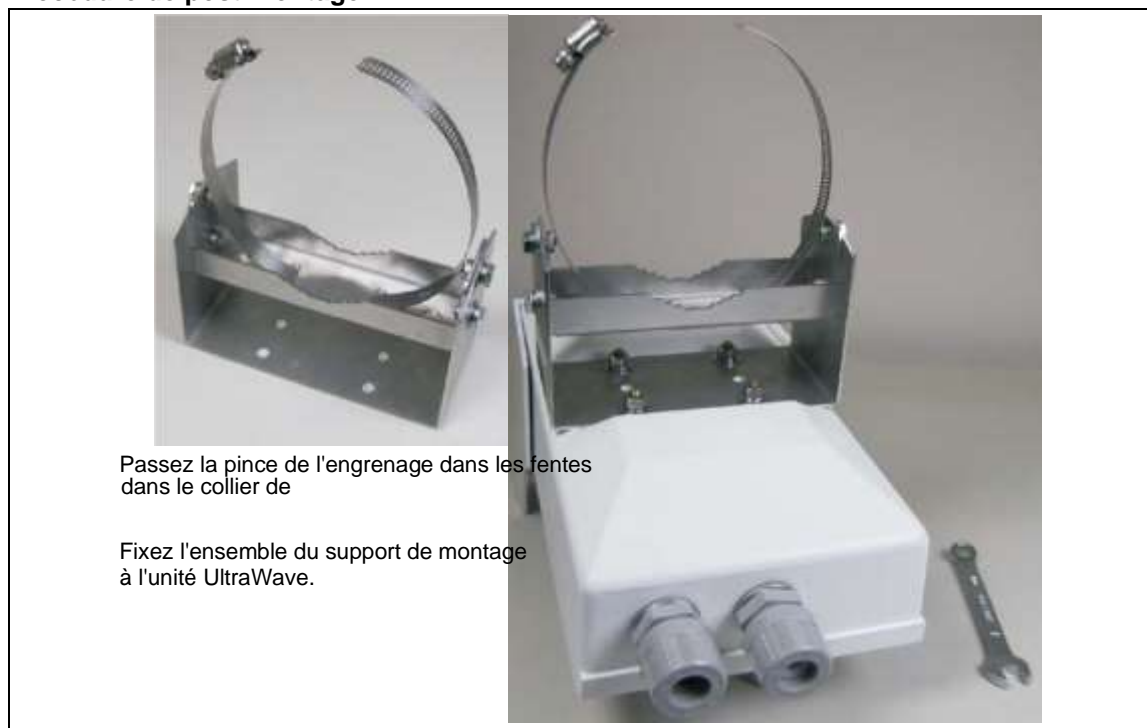

Figure 14 Procédure de post-montage
2. À l'aide d'une clé de 11 mm (7/16 po) et du matériel fourni (écrou hexagonal, rondelle de blocage, rondelle plate - X4), fixez l'ensemble du support de montage à l'unité UltraWave (voir Figure 14).